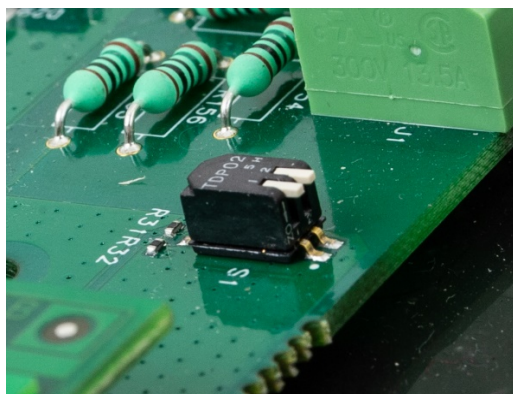

Figura 4-9: Chaves de metrologia SW1-1 e SW1-2, ambas DESATIVADAS.
5. Retorne SW1-1 e SW1-2 para desligado, como mostrado na Figura 4-9.